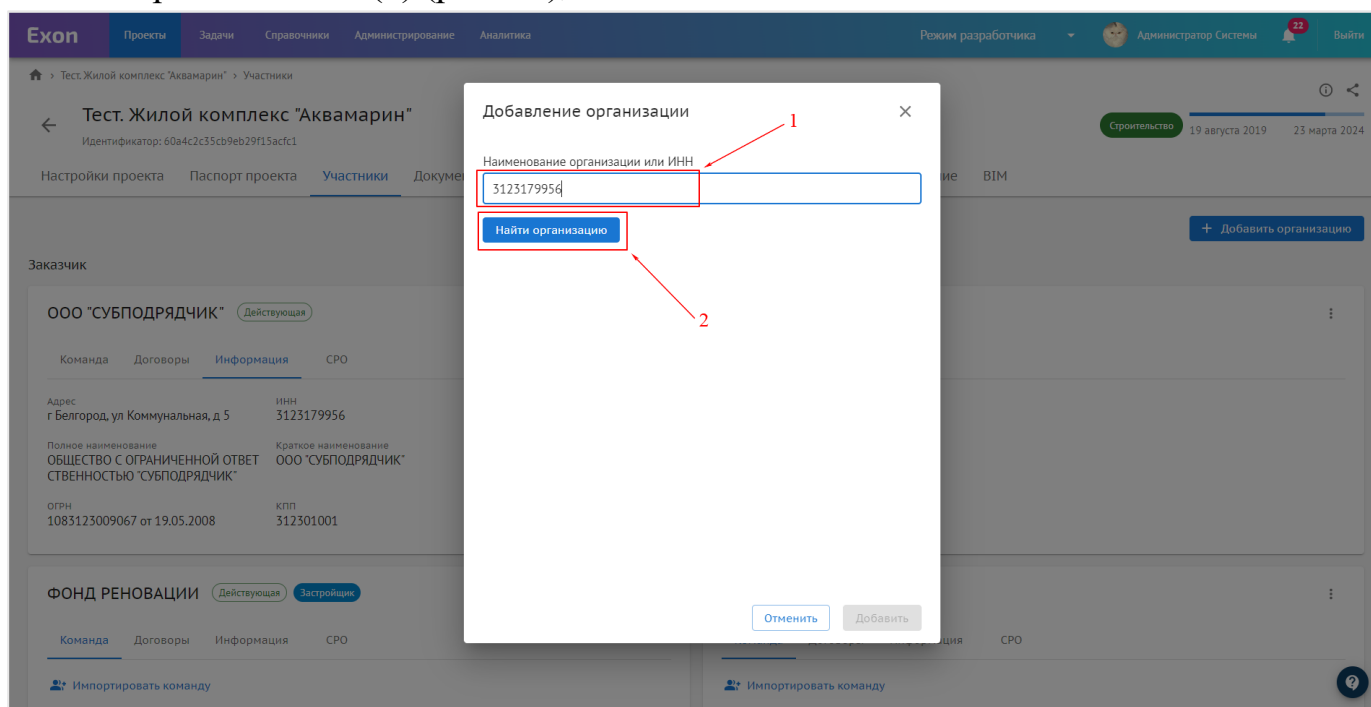

Рис. 22 – Поиск организации
2. Ввести ИНН или наименование добавляемой организации (1) и нажать «Найти организацию» (2) (рис. 22);